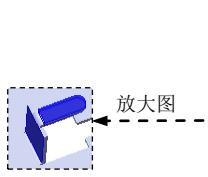
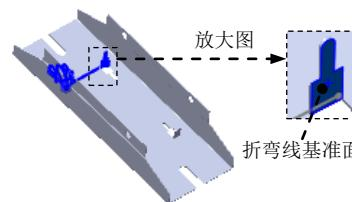

图 11.2.49 绘制的折弯 8
图 11.2.50 折弯线基准面
(4) 定义钣金参数属性。在**折弯参数(P)**区域的**文本框**中输入折弯角度值 90.0，在**折弯位置:**区域中单击“折弯在外”按钮 U 。
(5) 单击 \checkmark 按钮，完成绘制的折弯 7 的创建。
Step18. 创建图 11.2.49 所示的钣金特征——绘制的折弯 8。
(1) 选择命令。选择下拉菜单 **插入(I)** → **钣金(B)** → **绘制的折弯(E)...** 命令 (或单击“钣金”工具栏上的“绘制的折弯”按钮 )。
(2) 定义特征的折弯线。
① 定义折弯线基准面。选取图 11.2.50 所示的模型表面作为折弯线基准面。